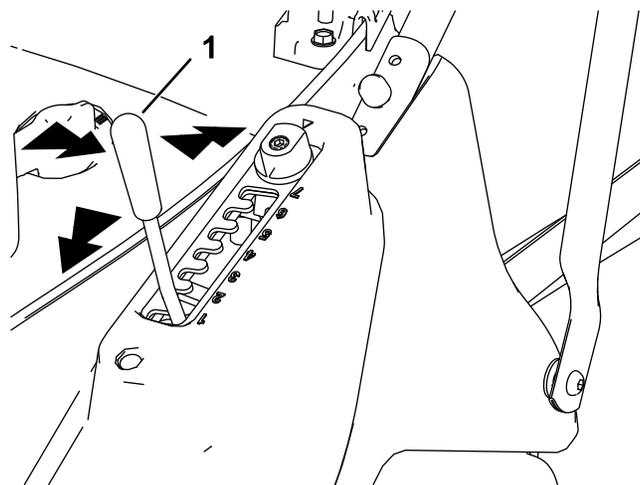

Рисунок 12
1. Возьмитесь за рычаг регулировки высоты скашивания и потяните его в сторону, чтобы вывести из блокирующего паза (Рисунок 12).
2. Нажмите рычаг вперед для уменьшения или потяните назад для увеличения высоты скашивания (Рисунок 12).
- Отпустите рычаг в требуемом положении и убедитесь в том, что он надежно зафиксирован в 1 из 7 установочных пазов (Рисунок 12).